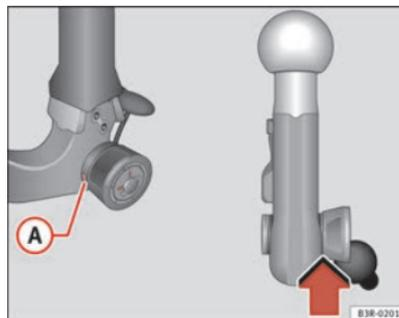

Fig. 168 Dispositivo desmontable para remolque: Comprobación de seguridad
- Compruebe si la marca verde **A** ⇒ página 219, fig. 168 de la rueda moleteada se encuentra en la zona negra de la rótula.